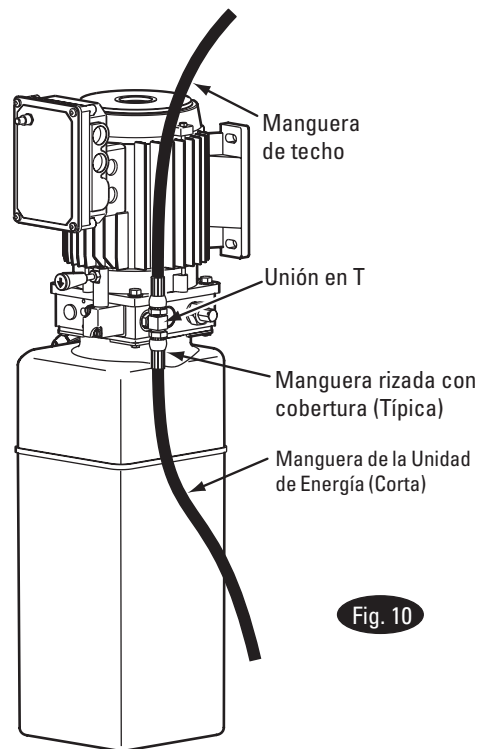
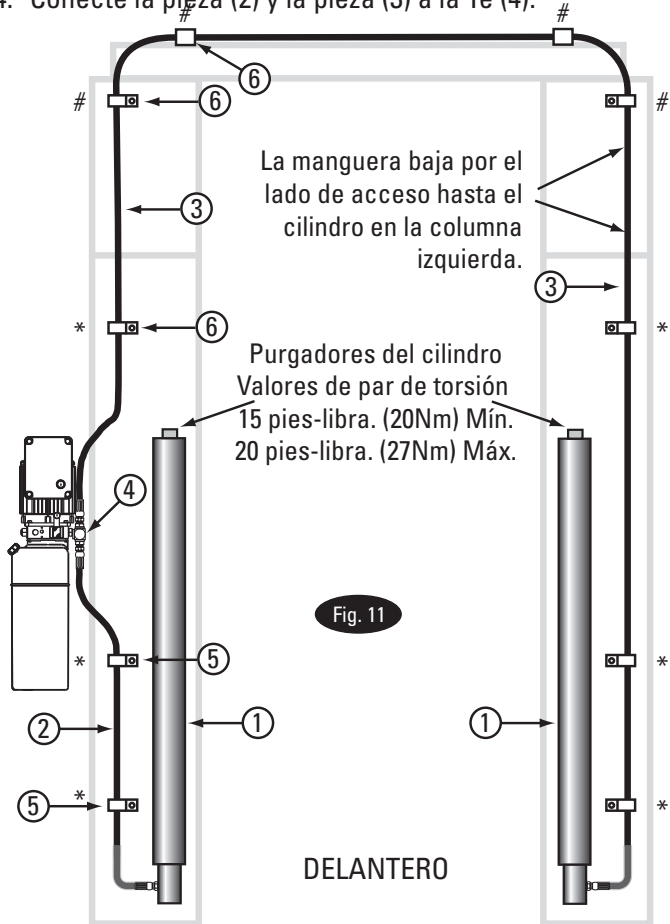

Fig. 10
Fig. 11
10. Mangueras: Limpie los adaptadores y la manguera. Inspeccione todos los hilos por daños así como las terminaciones de la manguera para asegurarse de que estén rizadas, Fig. 10. Instale la manguera y las abrazaderas, Fig. 11, Fig.12 y Fig. 16.
Instalación del adaptador y la manguera (véanse las Figs. 11 y 12)
15. Llenado de Aceite & Drenado: Utilice Dexron III ATF, o Fluido Hidráulico que cumpla con las especificaciones ISO 32. Quite la tapa del respirador, Fig. 10. Vierta en (8) cuartos de fluido. Arranque la unidad, eleve el elevador unos 2 pies (62 cm). Abra los purgadores del cilindro aproximadamente 2 vueltas, Fig. 12.